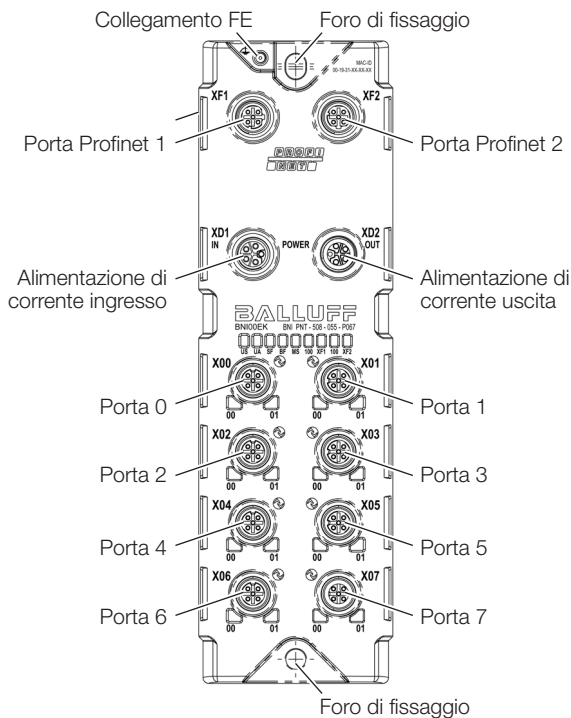

Fig. 4-2: Panoramica dell'apparecchio
- Fissare il modulo con 2 viti M6 e coppia di serraggio massima di 3 Nm, utilizzando gli appositi fori (vedere Fig. 4-2 a pag. 8).